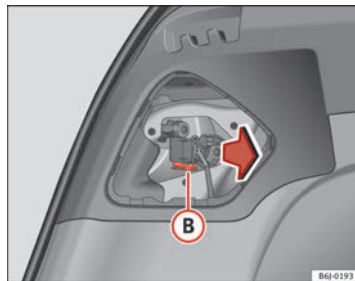

Fig. 180 Démontage de la douille d'ampoule
- Démontez le porte-ampoule en appuyant sur le clip de fixation (B) ⇒ fig. 180 et retirez-le vers l'extérieur.